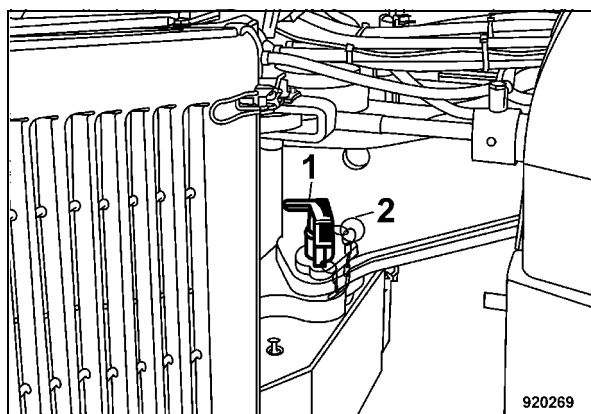

Fig. 115
- Rimuovere la copiglia di sicurezza (2) (Fig. 115).
- Sollevare il fermo dello snodo articolato (1) e girarlo a destra fino a quando il bullone di sicurezza scatta in posizione.